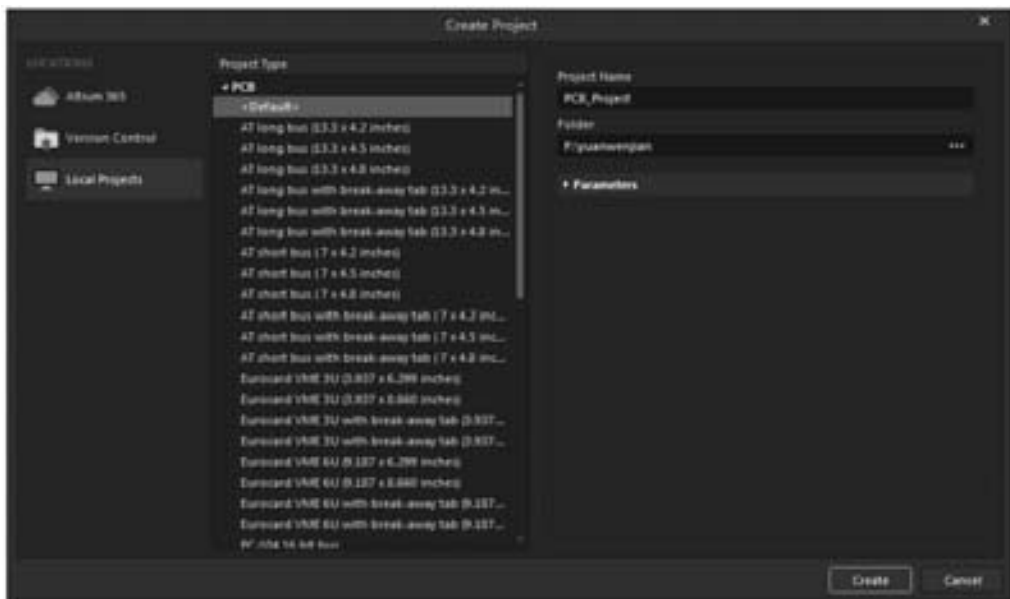

图 2-12 “Create Project (新建工程)”对话框
(1) 选择“文件”→“新的”→“项目”菜单命令，打开“Create Project (新建工程)”对话框，如图 2-12 所示。